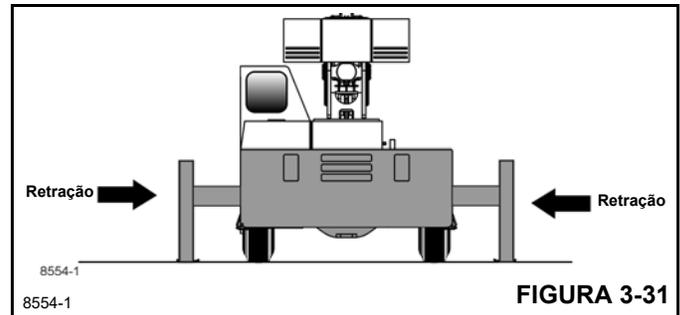

FIGURA 3-31
3. Pressione a parte inferior da chave de extensão/retração (2).
4. Pise no pedal acelerador para aumentar a rotação do motor, o que fará os estabilizadores se retraírem mais rapidamente (Figura 3-31). Quando os estabilizadores estiverem totalmente retraídos, solte o pedal acelerador e a chave.